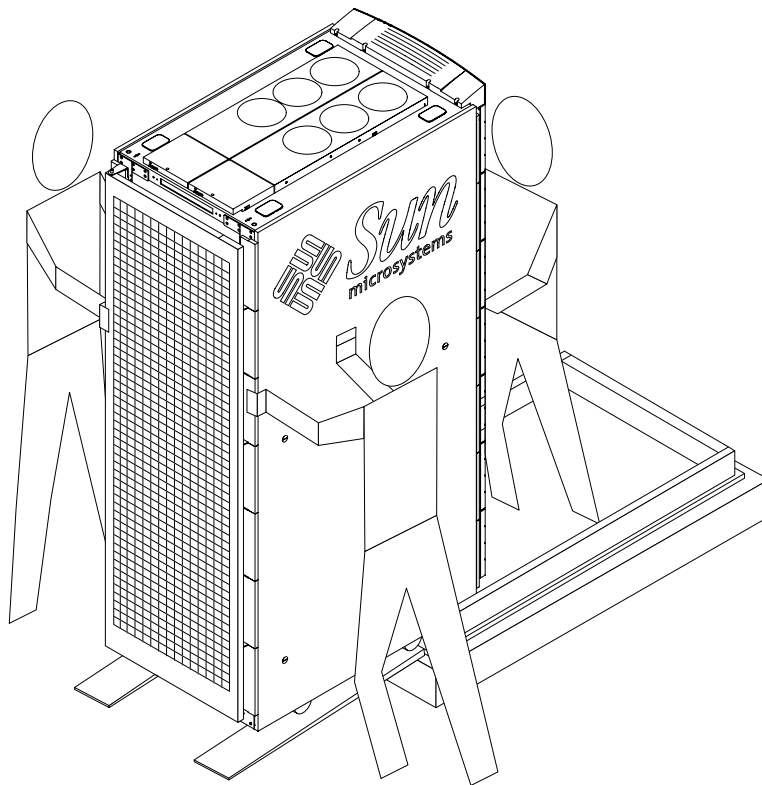

図 3-5 出荷用パレットからの Sun Fire キャビネットの取り出し
9. 傾斜路上で、キャビネットを注意深く移動させます (図 3-5)。